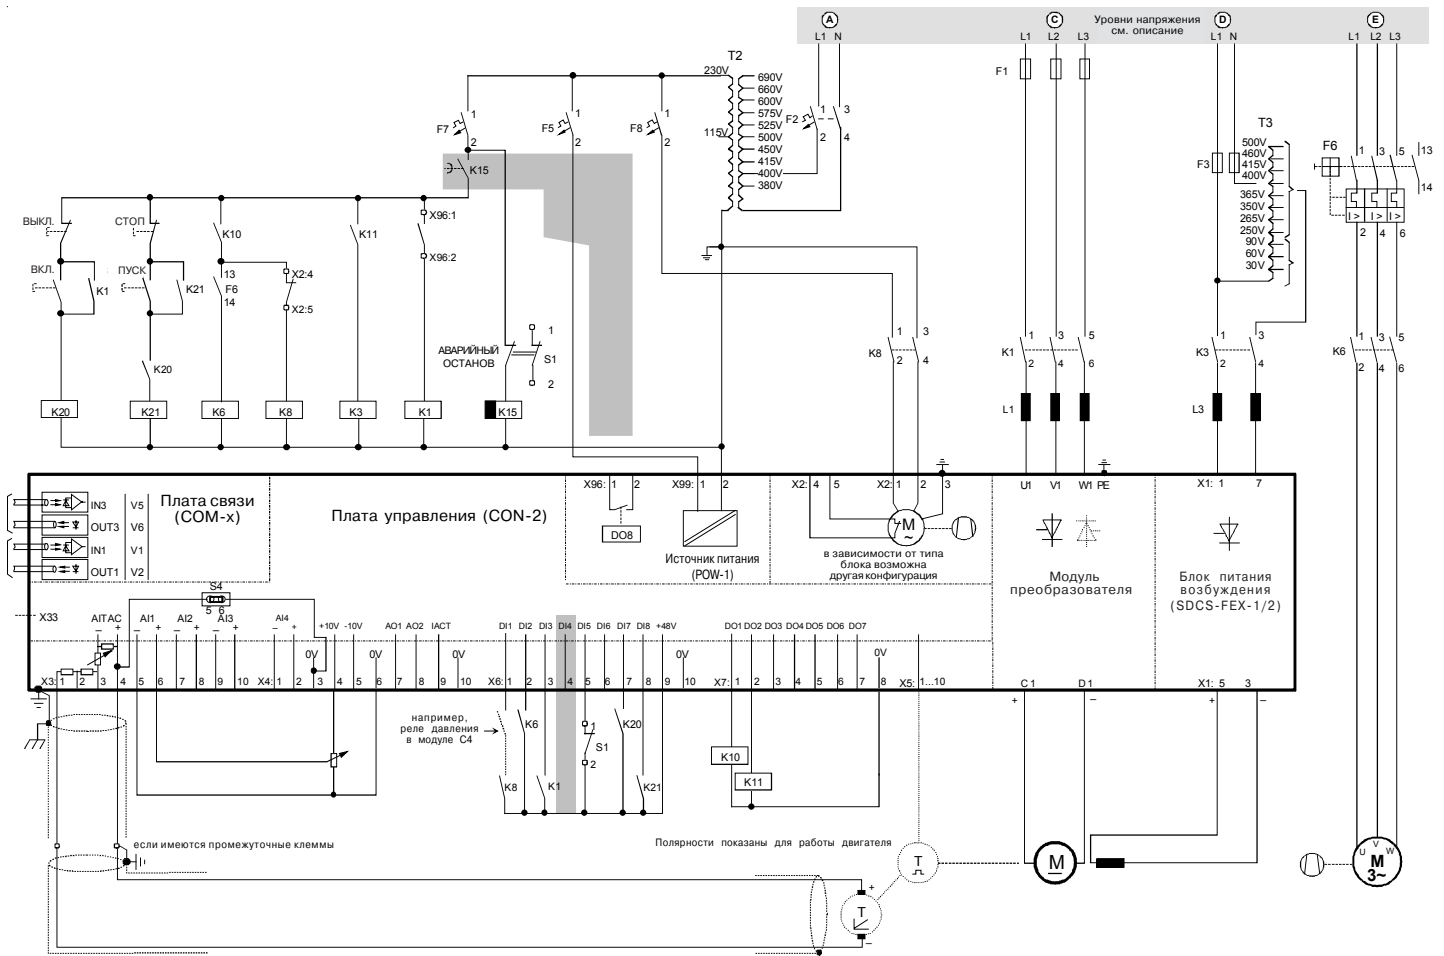
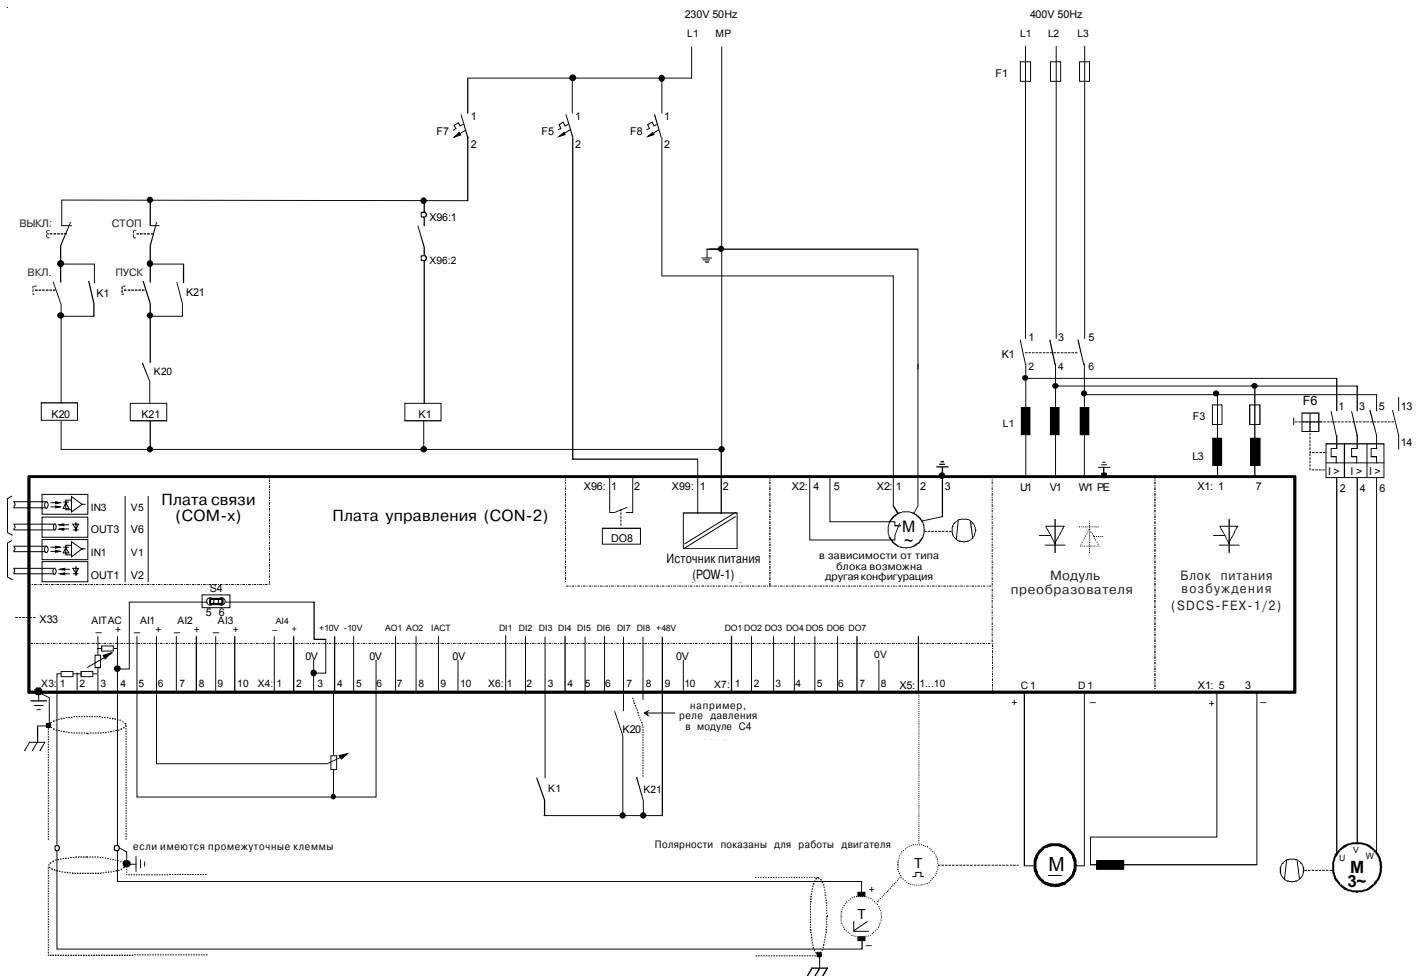

Рис.3.1/1: Стандартная конфигурация привода с использованием внутреннего источника возбуждения
Рис.3.2/1: Конфигурация привода с использованием внутреннего источника возбуждения с уменьшенным количеством внешних элементов.
аналогично рис. 3.1/1
Эта конфигурация в основном идентична показанной на рис. 3.1/1. Следует проверить соответствие номинала F1 наличию дополнительной нагрузки, подобной источнику возбуждения и вентилятору двигателя. Все элементы или выбираются на 230 В, или устанавливаются на 230 В, чтобы их можно было объединить и питать от вспомогательного источника питания. Различные потребители имеют отдельные предохранители.
**a:** Формирование команд ON/OFF (ВКЛЮЧЕНО/ВЫКЛЮЧЕНО) и START/STOP (СТАРТ/СТОП): аналогично рис. 3.1/1
Главный силовой контактор K1 управляется таким же образом, что и на рис. 3.1/1. Питание источника возбуждения и вентилятора двигателя снимается с выхода K1. Таким образом, все 3 потребителя управляются одинаково.
Эта конфигурация в основном идентична показанной на рис. 3.1/1. В дополнение к рис. 3.1/1 устройство питания возбуждения требует питания электронных схем, которое имеет отдельный предохранитель и поступает с обмотки 230 В трансформатора Т2. Контроллер возбуждения управляется по последовательному каналу связи, подключенному к клемме Х16: на преобразователе питания якоря. При этом способе питания возбуждения может быть использован первичный отвод 690 В!
Релейная логика может быть разделена на три части, как показано на рис. 3.1/1. В основном, для этой конфигурации может быть использована логика, показанная на рис. 3.2/1. Мощность привода и его значимость могут быть критериями для выбора логики в соответствии с рис. 3.1/1 или рис. 3.2/1 или в виде их комбинации.
аналогична рис. 3.1/1
Релейная логика может быть разделена на три части. Для этой конфигурации в основном может использоваться логика, показанная на рис. 3.2/1. Вследствие мощности и значимости привода рекомендуется использовать показанную логику.